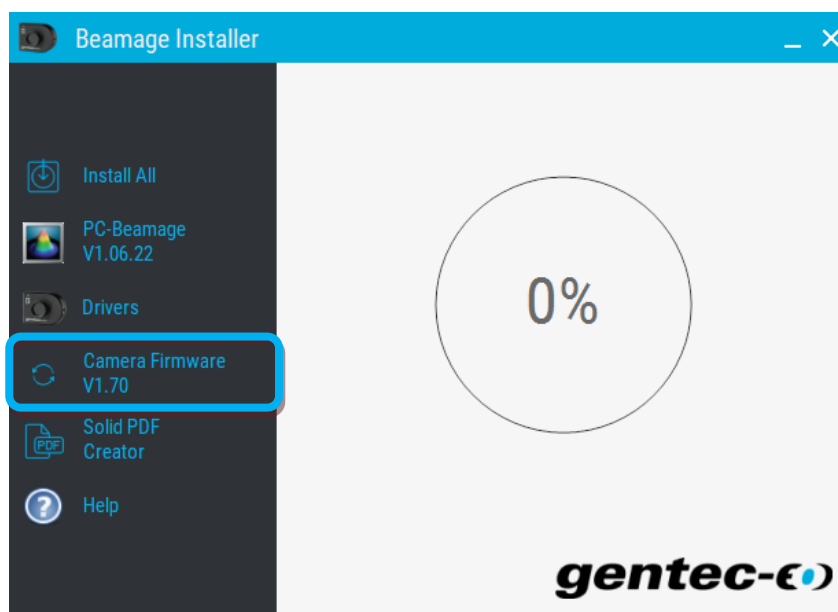

Figure E-1 Bouton d'installation du « Camera Firmware »
- 4) Cliquez sur le bouton « Camera firmware », voir **Figure E-1**.